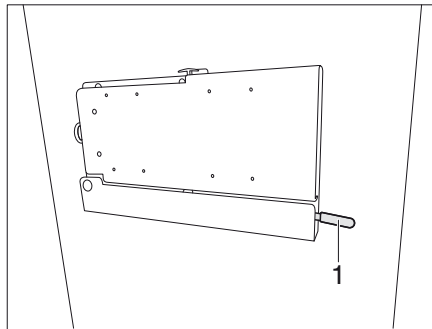

Bild 139 Fäste med ledad arm (variant 3)
- Tryck ner spaken (Bild 139,1).
- Skjut upp spaken (Bild 139,1) igen för att spärra.